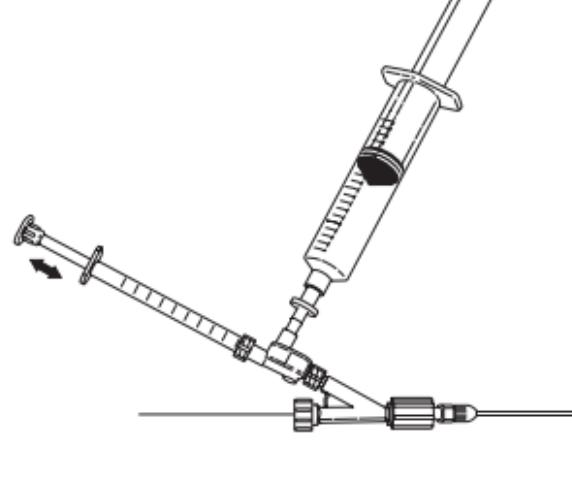

Fig. 8
11. Per l'infusione della soluzione, aspirare la dose desiderata nella siringa da 1 mL e iniettarla. Ricaricare la siringa da 1 mL e ripetere la tecnica di infusione secondo necessità. (**Fig. 8**).